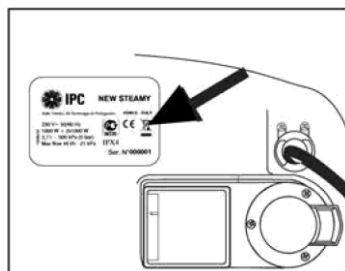

Fig. 7
**Controlar que la tensión de red disponible en la instalación corresponde a la tensión para la que está predispuesto el aparato indicado en la placa de identificación (Fig. 7)**